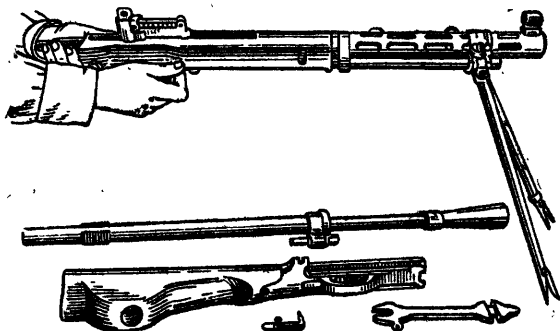

Рис. 33. Отделение затворной рамы
5. Отделить затворную раму с затвором: поддерживая пулемет левой рукой за заднюю часть ствольной коробки, правой отвести рукоятку затворной рамы назад (рис. 33); затем, обхватив левой рукой раму вместе с